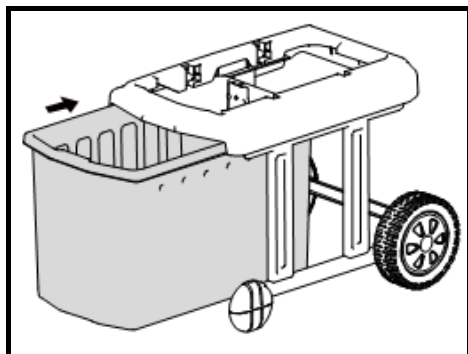

Fig. 7
6. Faça deslizar a caixa de recolha de volta para a estrutura da base. Certifique-se de que a caixa de recolha fica por cima das calhas guia. (Fig. 7)